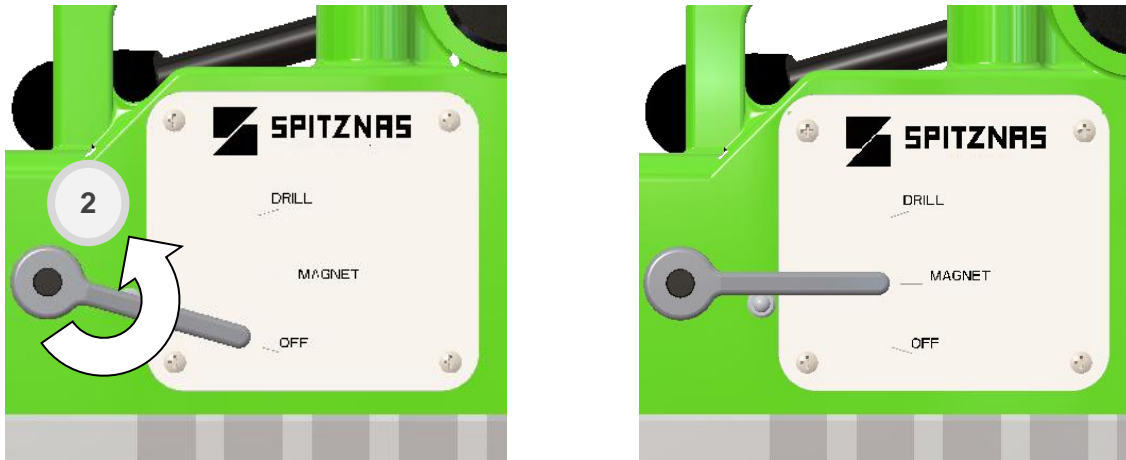

Fig. 4
1. Zet de schakelhendel 2 in de stand "magneet" om de magneet in te schakelen (zie fig. 4).